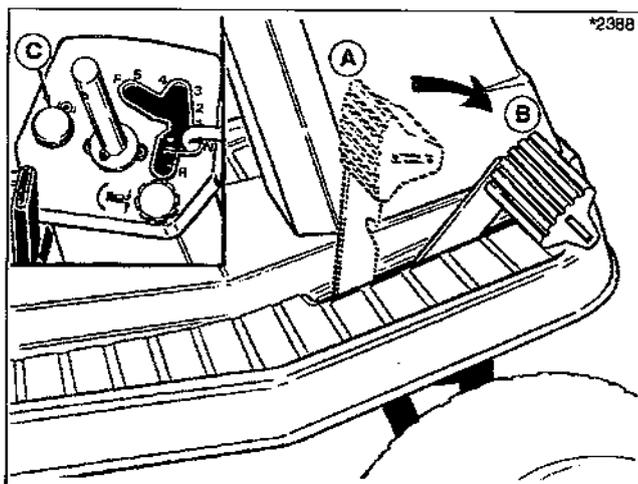

Figure 5. Embrayage/Frein/Frein de parking
12. Avant de quitter le siège, bloquer le frein de parking et **désenclencher** l'embrayage électro-magnétique (frein de parking sur fig. 5) Ramener la position de l'**accélérateur** à mi-course. Tournez la **clé** sur OFF et otez la clé. Attendez que toutes les pièces cessent de fonctionner.
Voir figure 5. Cenclement de la **pédale** de la position A à la position B **débraye** l'entraînement de la machine et entraîne le freinage. Le frein de parking est **opérationnel** en position B, lorsque la manette (C) est tirée et que la pédale est complètement enfoncée.